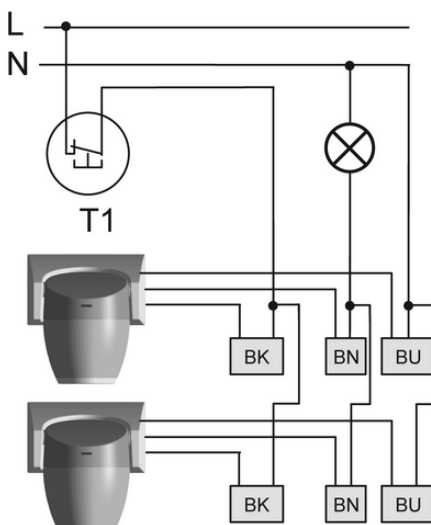

Bild 18: Anschlussplan Bewegungsmelder parallel
- Bei Bedarf weitere Bewegungsmelder nach Anschlussplan (Bild 18) parallel anschließen. Die parallel geschalteten Bewegungsmelder erkennen eingeschaltete Beleuchtung auf der Lastleitung und schalten ebenfalls ein. Der Bewegungsmelder mit der längsten Nachlaufzeit bestimmt die Einschaltdauer.